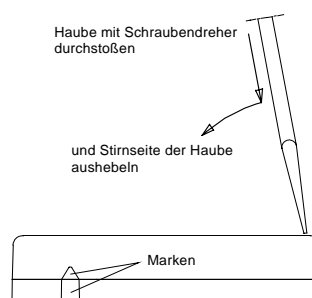
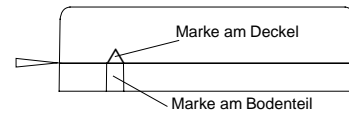

Bild 2
Bild 8
Werden die Gehäusedeckel (Hauben) bei sich deckenden Marken (siehe Bild 2) mit den Böden verrastet, können sie nur noch durch Zerstörung wieder entfernt werden.
- Nach der endgültigen Funktionsprüfung müssen die Deckel so auf die Unterteile aufgesetzt und verrastet werden, dass sich die Marken von Unterteil und Deckel ergänzen (Bild 8). Die Deckel können dann nur noch mit sichtbarer Beschädigung abgenommen werden (siehe auch Bild 2 und den Hinweis Seite 1).